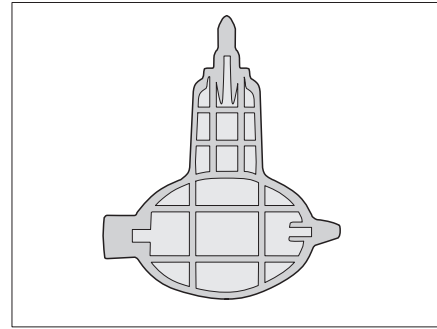

Bild 341 Nyckel till luktlås (endast Alpa)
- ▷ Hos modell Alpa medföljer en nyckel (Bild 341) att använda när luktlåset ska lossas.